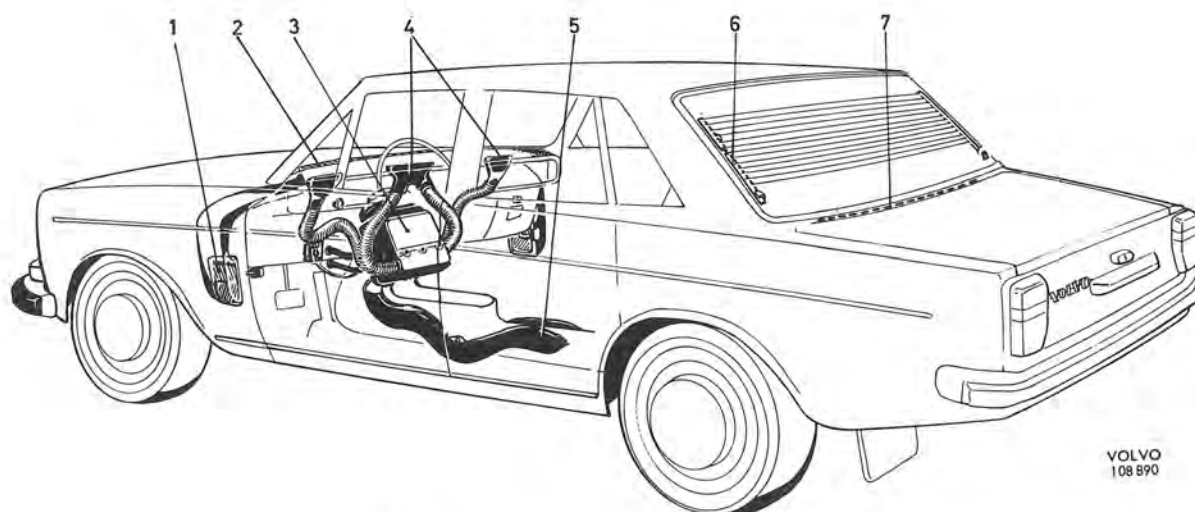

Bild 1. Värmesystem i vagn tid. utf.
Värmesystemet består av ett värmarhus (3 bild 1), innehållande ett cellpaket och en fläktmotor, samt kanaler för distribution av luften (4 och 5). Luften till värmarhuset tas genom intaget (2) framför vindrutan. Från värmarhuset fördelas sedan luften till defroster och golvutsläpp genom slangar och kanaler.